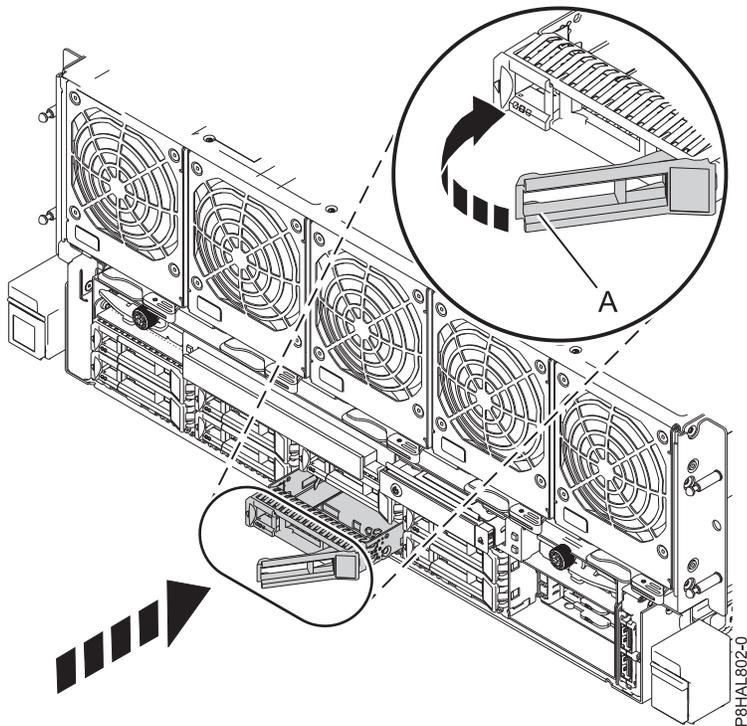

Abbildung 8. Plattenlaufwerk in einem System installieren
4. Entriegeln Sie den Griff (A) des Laufwerks, indem Sie ihn zusammendrücken und zu sich hin nach außen ziehen. Wird der Griff nicht ganz nach außen gezogen, lässt sich das Laufwerk nicht in das System einschieben. Siehe Abb. 8 auf Seite 16.
8. Wenn die Kennzeichnungs-LED leuchtet, ohne zu blinken, schieben Sie das Laufwerk ganz in das System ein und drücken den Griff des Laufwerks (A) ein, bis er einrastet (siehe folgende Abbildung). Abb. 8 auf Seite 16.